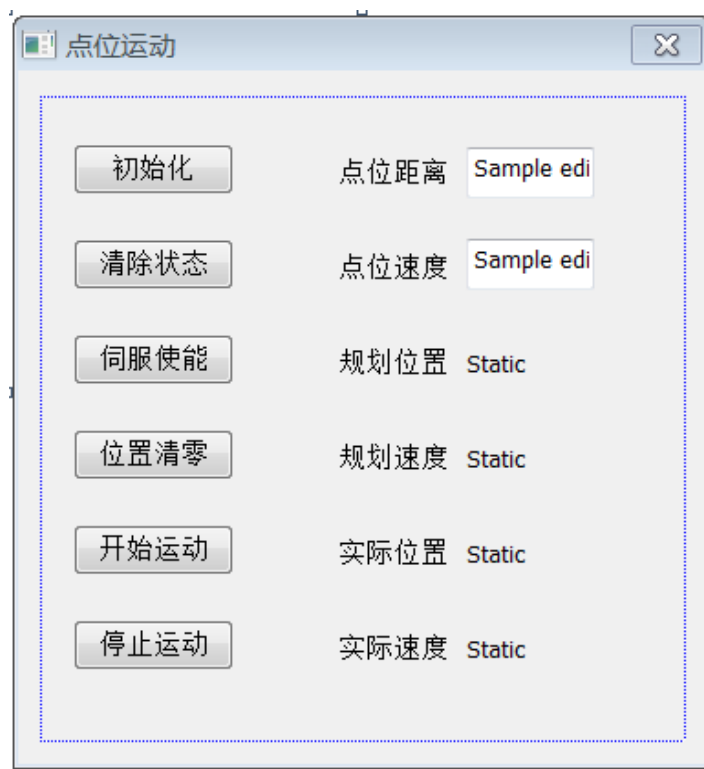

图24
11、然后再在工具箱中选择Static Text, Edit Control控件放到窗体中，并将其控件Caption属性分别改成图中所示名称，如图24